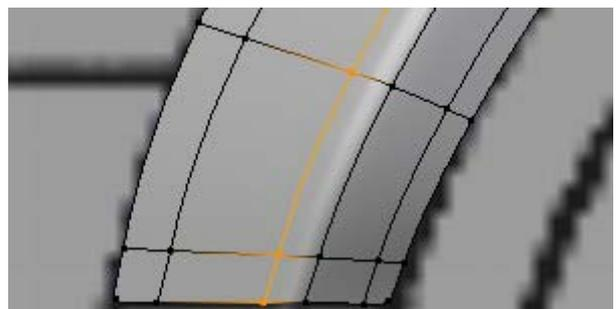

Figura 4.123
1. Insira um contorno imediatamente acima do vinco, **[Ctrl]+[R]**, e desloque-o em direcção ao vinco, figura 4.123.